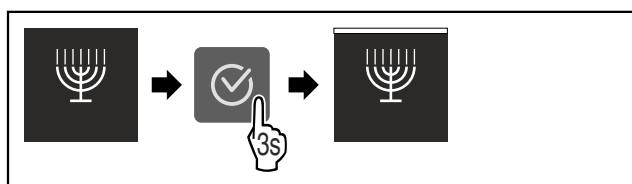

Fig. 13
- ▶ Seguir los pasos de procedimiento (consulte Fig. 13).